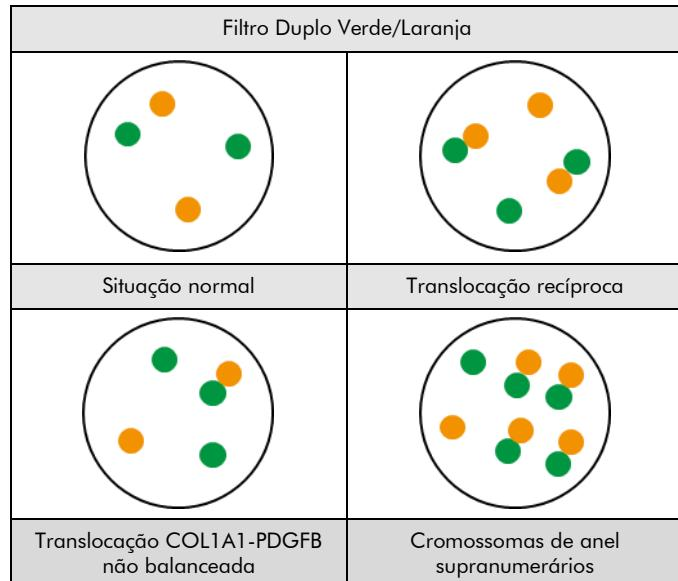

Fig. 2: Resultados esperados em núcleos normais e anormais
**Situação normal:** Em interfases de células normais ou em células sem translocação envolvendo as respetivas regiões dos genes, são visíveis dois sinais verde/laranja (ver Fig. 2).